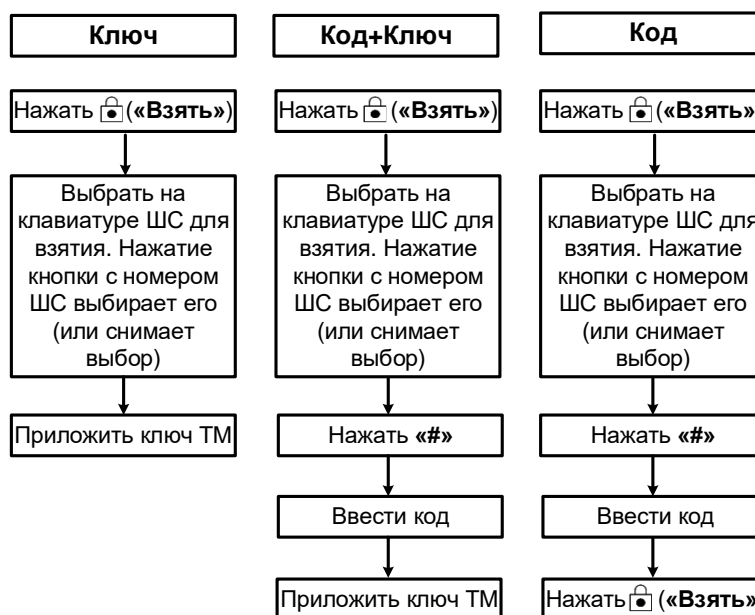

Рисунок 3 – Постановка под охрану с выбором шлейфов
– Если необходимо взять под охрану часть шлейфов (частичное взятие с выбором шлейфов), нажать на кнопку  («Взять») (при этом можно убедиться по индикаторам, что нужные шлейфы находятся в состоянии «Норма»), затем выбрать с помощью клавиатуры нужные шлейфы (по умолчанию для взятия выбраны все шлейфы, кнопками «0» - «9» можно выбрать нужный шлейф или снять выбор (см. рисунок 3), нажать кнопку «#» и ввести код идентификации хозоргана одним из способов, указанных в п. 2.1 и на рисунке 3;
- Если необходимо снять с охраны часть шлейфов (частичное снятие с выбором шлейфов), нажать на кнопку («Снять»), затем выбрать с помощью клавиатуры нужные шлейфы (по умолчанию для снятия выбраны все шлейфы, кнопками «0» - «9» можно выбрать нужный шлейф или снять выбор (см. рисунок 3), нажать кнопку «#» и ввести код идентификации хозоргана одним из способов, указанных в п. 2.1 и на рисунке 3;